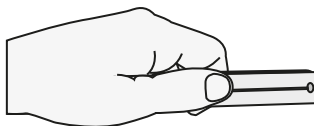

Рисунок 7
Установите переключатель (8) в положение «II» и с помощью регулятора (9) определите положение, при котором подача звукового сигнала прекратится, а световой сигнал погаснет. Поднесите прибор со стороны датчика переменного тока (4) к участку, предназначенному для проверки (розетке, выключателю, изолированному неметаллическим изолятором проводу, кабелю и т.п.) (рис. 7).